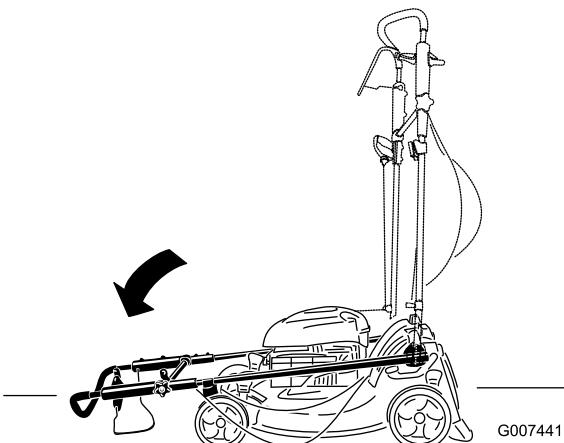

Figur 57
1. Trampa på fotpedalen och håll den nere (Figur 57).